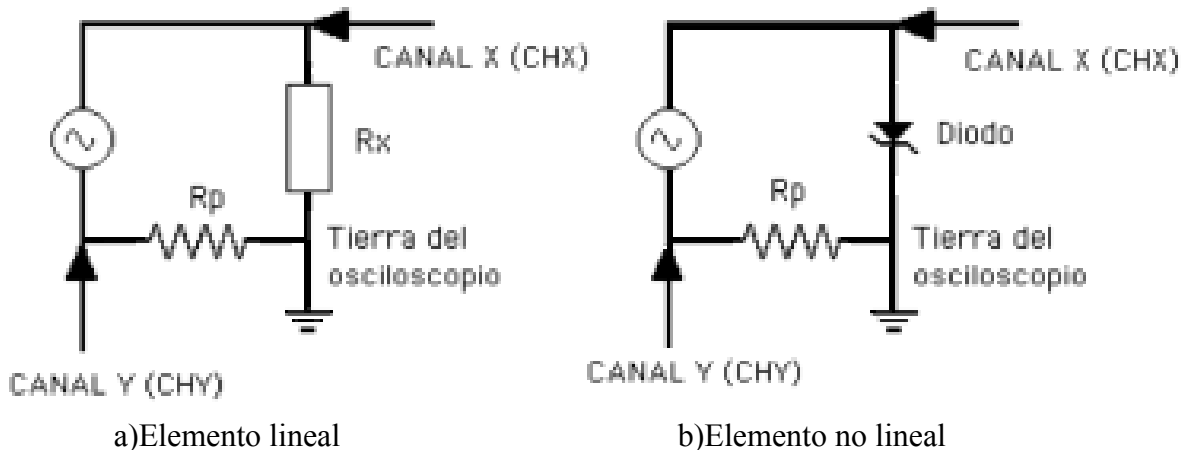

Figura 5.1.- Circuito para determinar las características I-V de elementos de dos terminales.
- 2.- Después de observar la Figura 5.1, responda las siguientes preguntas:
- c) ¿Qué polaridad (positiva o negativa) va a tener la señal aplicada al canal Y (vertical) en el circuito de la Figura 5.1.a, y qué polaridad va a tener la señal aplicada al canal X (horizontal)?
- 3.- En el Prelaboratorio su profesor le indicará los valores que debe utilizar en los circuitos de la Figura 5.1, tanto para los componentes como para los valores pico del generador de funciones. Calcule la potencia máxima que van a disipar las resistencias especificadas.
- 2.- Monte el circuito de la Figura 5.1.a con los valores indicados por su profesor en el Prelaboratorio. El objetivo es determinar la característica corriente-voltaje de R_x , por lo que en principio el verdadero valor de la resistencia R_x es "desconocido". La resistencia de protección R_p se supone conocida. Determine su verdadero valor con el multímetro digital y regístrelo en la siguiente tabla, segunda columna, para luego poder realizar cálculos de corriente en forma indirecta.
osciloscopio digital y registre dichos valores en la siguiente tabla. Aplique dicha señal a su circuito y conecte ahora las puntas de prueba de su osciloscopio de la manera indicada en la Figura 5.1.a. **Recuerde que el osciloscopio DEBE ESTAR FLOTANDO.** Como primer paso, observe las señales en ambos canales simultáneamente, utilizando la base de tiempo del osciloscopio. Observe que, de acuerdo con la convención utilizada generalmente, la polaridad de la señal del canal CHX es positiva, mientras que la señal del canal CHY es negativa. Active el control de inversión de esta señal en el osciloscopio para tener ambas señales con polaridad positiva. Mida el voltaje pico de dichas señales y regístrelo en la siguiente tabla.
6.- A continuación seleccione la **presentación XY** y realice los siguientes ajustes en su osciloscopio: Coloque el acoplamiento GND en ambos canales y ubique el punto en el centro de la pantalla. Coloque el selector de acoplamiento de ambos canales a **DC**, ya que para observar correctamente la característica corriente-voltaje de un dispositivo hay que incluir las componentes DC y AC. En la pantalla aparecerá la característica corriente-voltaje de la resistencia Rx. Para mejorar la imagen, modifique la frecuencia del generador de funciones hasta obtener la gráfica mas nítida posible. Dibújela en papel milimetrado, tome una foto de la pantalla del osciloscopio o archívela en su pen drive, anotando cuidadosamente el tipo de acoplamiento utilizado (DC) y las escalas tanto del amplificador vertical como del horizontal. Observe lo que ocurre cuando invierte alguno de los canales y cuando selecciona una señal triangular o cuadrada en lugar de la sinusoidal. Anote sus observaciones.
8.- Monte el circuito de la Figura 5.1.b con los valores indicados por su profesor en el Prelaboratorio.
10.- Retire los instrumentos DC de su circuito. Como en el caso anterior, seleccione en el generador de funciones una señal sinusoidal de magnitud 10 Vpico y frecuencia alrededor de 1kHz. Aplique dicha señal a su circuito y conecte ahora las puntas de prueba de su osciloscopio de la manera indicada en la Figura 5.1.b. **Recuerde que el osciloscopio DEBE ESTAR FLOTANDO.** Como primer paso, observe las señales en ambos canales simultáneamente, utilizando la base de tiempo del osciloscopio. Ahora tiene en la pantalla señales periódicas, pero no sinusoidales. Invierta el canal CHY en el osciloscopio para tener ambas señales con polaridad positiva.
11.- A continuación seleccione la **presentación XY** y realice los siguientes ajustes en su osciloscopio: Coloque el acoplamiento GND en ambos canales y ubique el punto en el centro de la pantalla. Coloque el selector de acoplamiento de ambos canales a **DC**, ya que para observar correctamente la característica corriente-voltaje de un dispositivo hay que incluir las componentes DC y AC. En la pantalla aparecerá la característica corriente-voltaje del elemento no lineal. Para mejorar la imagen, modifique la frecuencia del generador de funciones hasta obtener la gráfica mas nítida posible. Dibújela en papel milimetrado, tome una foto de la pantalla del osciloscopio o archívela en su pen drive, registrando cuidadosamente el tipo de acoplamiento utilizado (DC) y las escalas tanto del amplificador vertical como del horizontal. Anote sus observaciones.